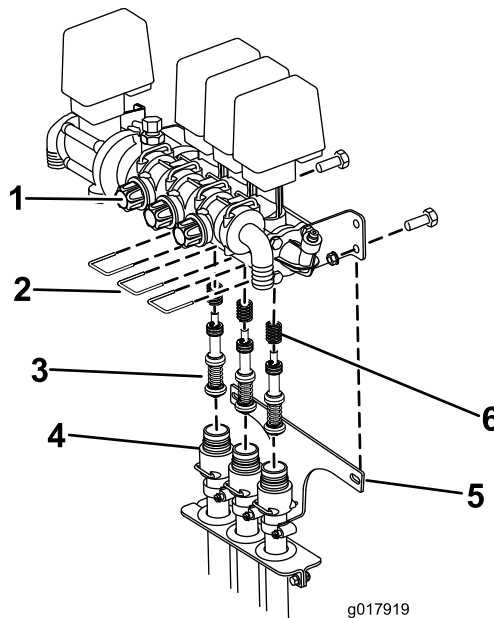

図 75
B. 弁座をバルブ・アセンブリに固定しているフォーク（3本）を外す（図 75）。
C. ホースブラケットをスプレーヤのフレームに固定しているねじ（2本）を外す（図 75）。バルブ・アセンブリからホースを降ろす。
ン・アセンブリを取り外す。バルブにはスプリングが入っているので注意すること（図 75）。